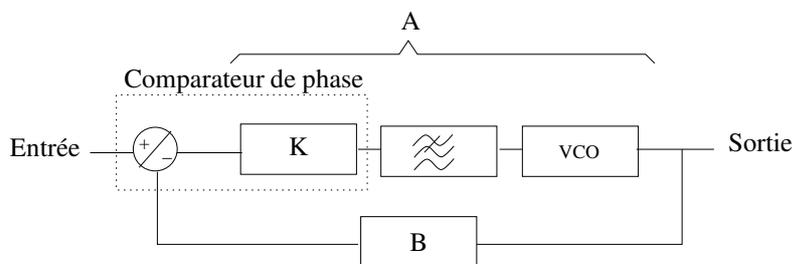

FIGURE 3.3 – Modèle linéaire de boucle
1. En vous inspirant du modèle linéaire général de la figure 3.3, proposez un modèle qui permette de décrire le comportement de la PLL bouclée. La variable d'entrée/sortie de cette boucle est la phase du signal.